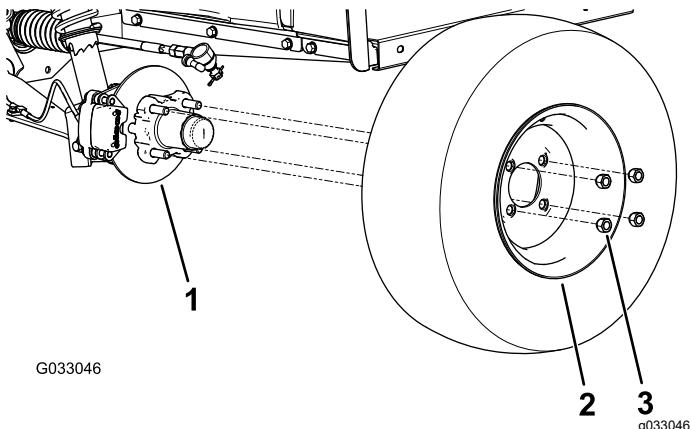

Figure 29
2. Retirez les 4 écrous de roue qui fixent la roue au moyeu (Figure 29).
4. Alignez les trous dans la roue et les goujons du moyeu puis montez la roue sur le moyeu en plaçant la valve à l'extérieur (Figure 29).
5. Fixez la roue au moyeu avec les écrous de roue (Figure 29). Serrez les écrous de roues à un couple de 108 à 122 N·m.